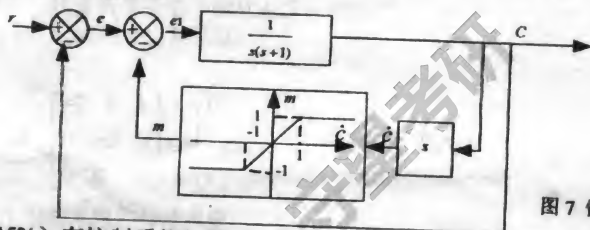

图 7 饱和和非线性系统
6. (20%) 一非线性系统如图 7 所示, 试绘制系统在阶跃信号输入时 $e-\dot{e}$ 的相轨迹, 并分析系统的稳定性。